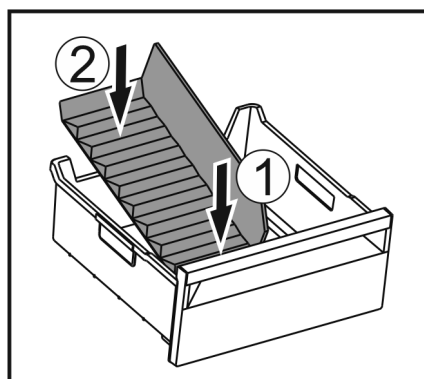

Fig. 49
- Trenner vorne zuerst einsetzen Fig. 49 (1).
- Hinteren Teil absenken Fig. 49 (2).